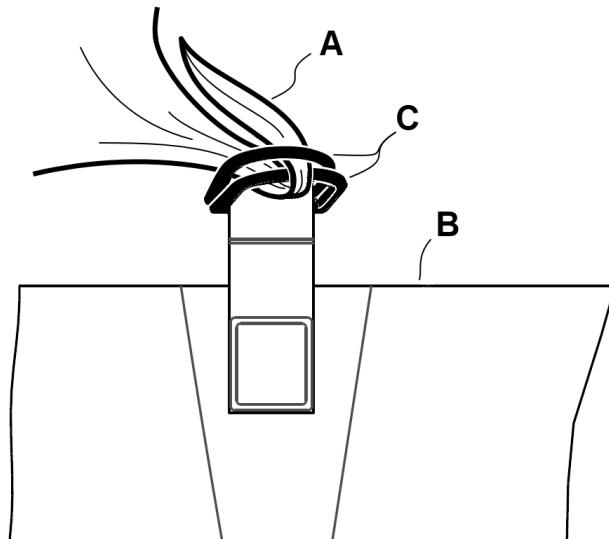

Abbildung 15 – Aufziehen des Lakens
1. D-Ringe (C) öffnen (Abbildung 15).
2. Die vier Ecken des Lakens durch die D-Ringe (C) an der unteren Abdeckung ziehen, um das Laken (A) an der Bettauflage (B) zu befestigen.